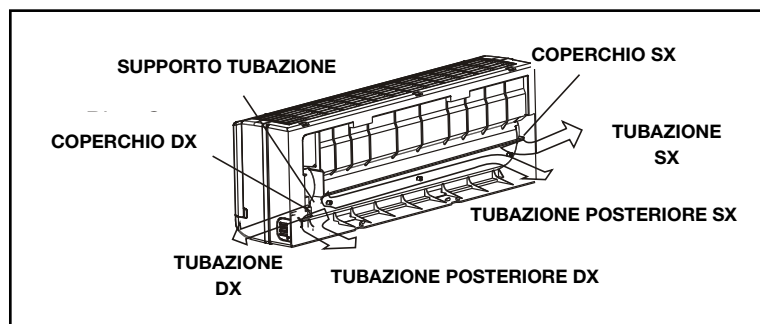

fig.4
1. Rimuovere dal pannello laterale il coperchio posto a protezione della tubazione (sul lato destro o sinistro, a seconda della direzione di sviluppo della tubazione stessa). (fig.4)